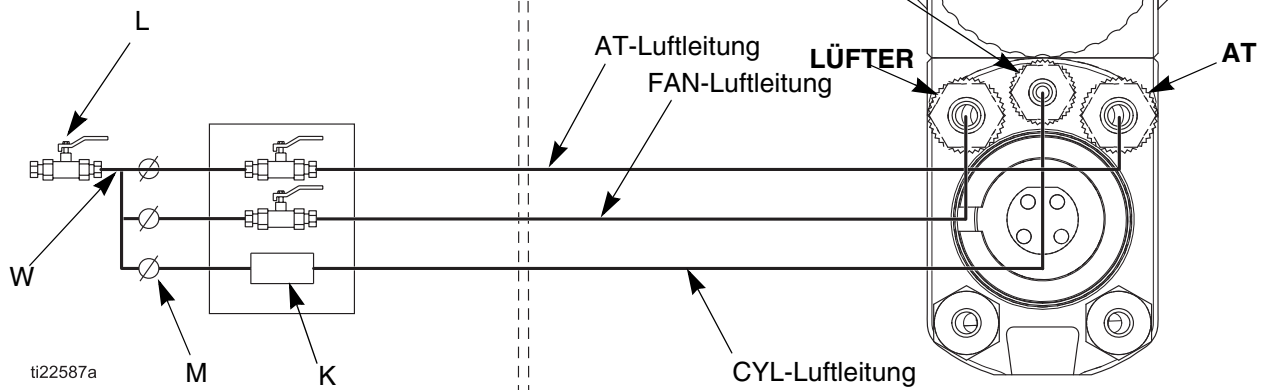

ABB. 11. Schematische Ansicht der Luftleitung
1. Lufthahn mit Entlastungsbohrung (L), Gebläse (FAN) und Zerstäuberluftleitungen (AT) montieren, um die gesamte Luftzufuhr zur Pistole abschalten zu können. Siehe ABB. 11.
1. Die Luftleitungen wie in ABB. 11, Seite 16 dargestellt anschließen.
Die Luftleitungen wie in ABB. 11, Seite 16 dargestellt anschließen.